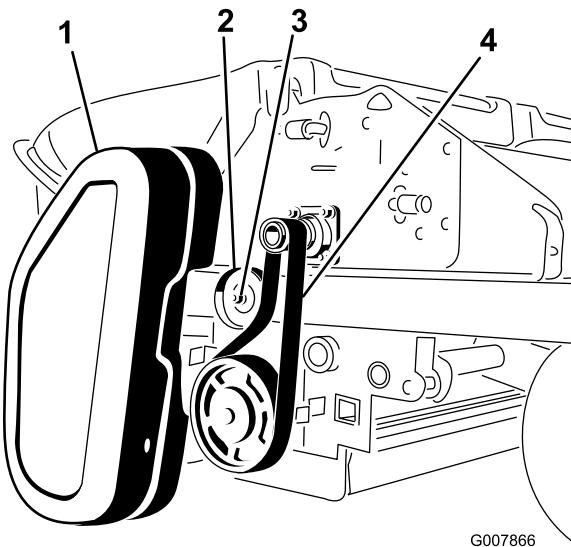

Figure 59
- Retirez le couvercle de courroie (Figure 59).
- Desserrez l'écrou sur la poulie de tension (Figure 59).
- Déchaussez la courroie de l'arbre du hacheur et de la poulie de la brosse (Figure 59).